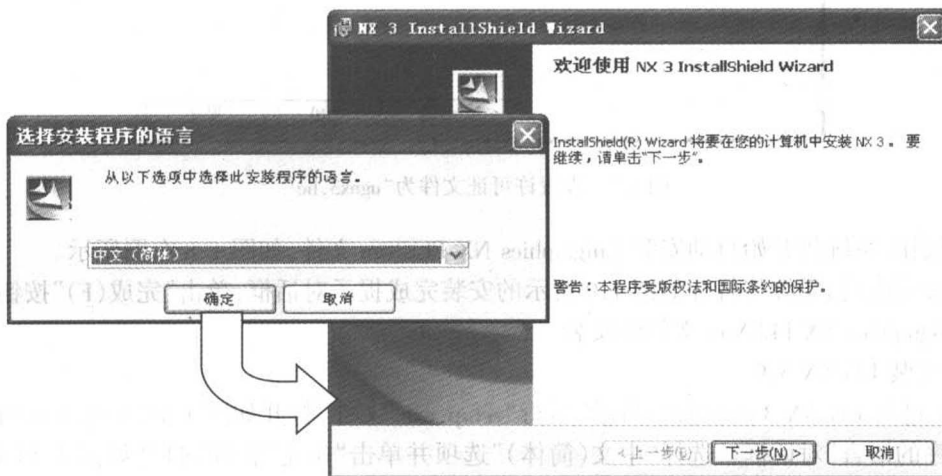

图 1.10 “Unigraphics NX Setup”对话框
(1) 进入 UG NX 3.0 的安装目录,运行“setup.exe”文件,打开如图 1.10 左图所示的“选择安装程序的语言”对话框。选择“中文(简体)”选项并单击“确定”按钮,打开如图 1.10 右图所示的“NX 3 InstallShield Wizard”对话框。